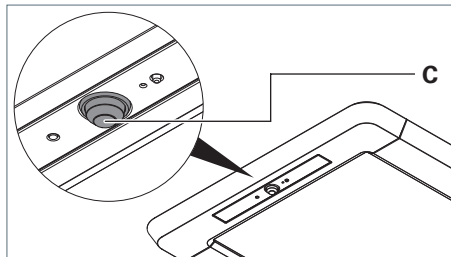
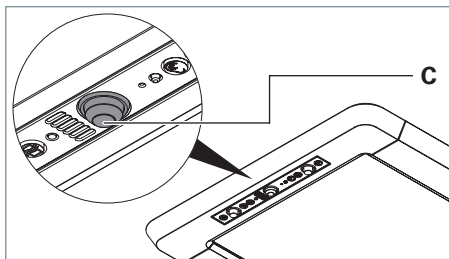

Fig. 23: Sensore PIR, versione R.
Fig. 24: Sensore PIR, versione RX.
- ▶ Posizionare la testa a sfera **C** del sensore PIR nella direzione desiderata, vedere Fig. 23 e vedere Fig. 24.